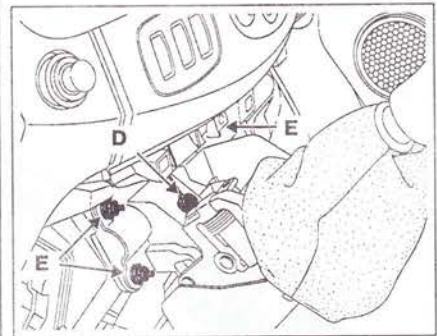

Рис. 5.93. Открутите болт **D** крепления корпуса рычага переключения передач и три гайки **E** крепления корпуса рычага переключения передач.
5. Открутите болт **D** крепления корпуса рычага переключения передач и три гайки **E** крепления корпуса рычага переключения передач (рис. 5.93).